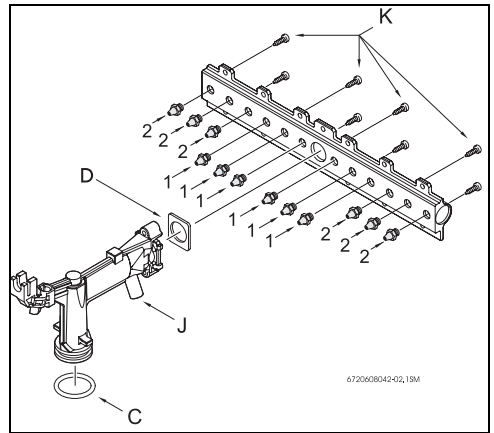

Рис. 4
- Выкрутить винты K и снять две половины основной горелки (Рис. 4, [K]).
- смонтировать обе части основной горелки и, если необходимо, заменить прокладки между соединительным патрубком и планкой (Рис. 4, [D]).
- заменить прокладку (Рис. 4, [C]).